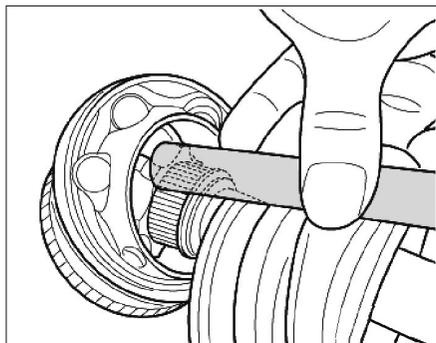

Fig. 10
- Frapper avec un mandrin en cuivre ou en laiton sur la bague intérieure du joint homocinétique (Fig.10).